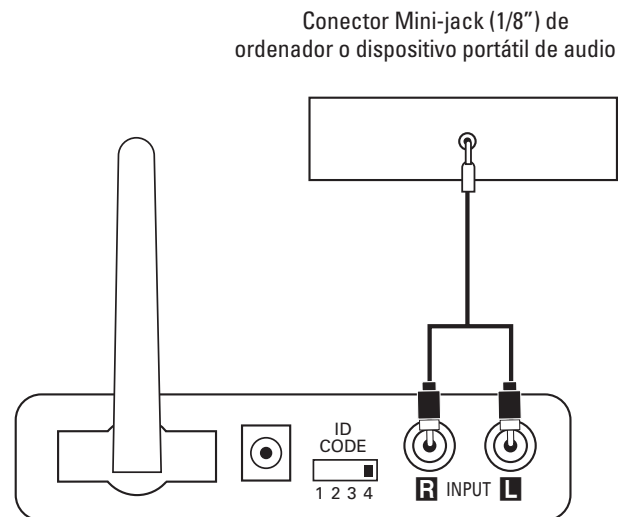

Figura 5.
Paso 1. Conecte el cable RCA–mini jack 1/8" (incluido) entre las salidas preamplificadas, de línea o para auriculares de su reproductor portátil de audio y las entradas del módulo transmisor 14, tal como muestra la Figura 5.